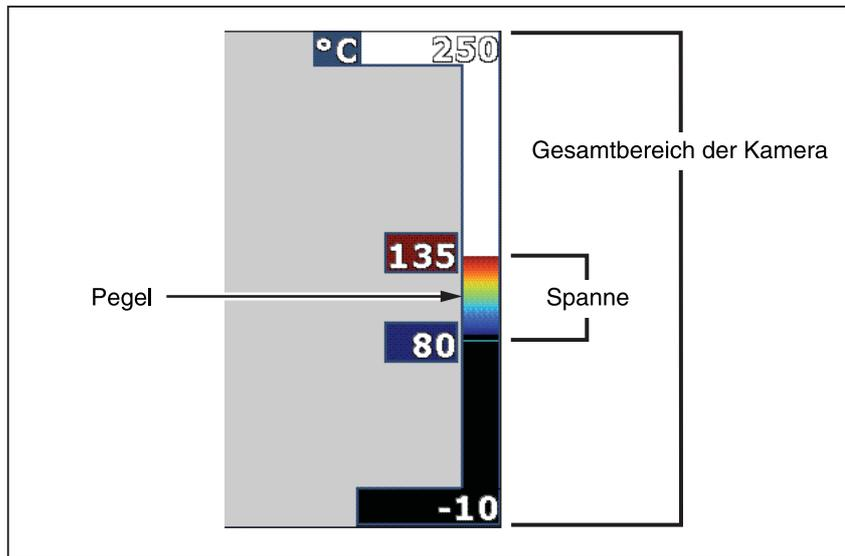

Abbildung 2. Bereichs- und Spanne-Einstellungen
4. Um ein Bild aufzunehmen, den Auslöser einmal drücken und wieder loslassen. Siehe Abbildung 2.
Bei manueller Bereichswahl passt die Spanne-Einstellung die Palette über einem Temperaturbereich innerhalb des Gesamtbereichs der Wärmebildkamera an. Siehe Abbildung 2. Anpassen der Temperaturspanne: